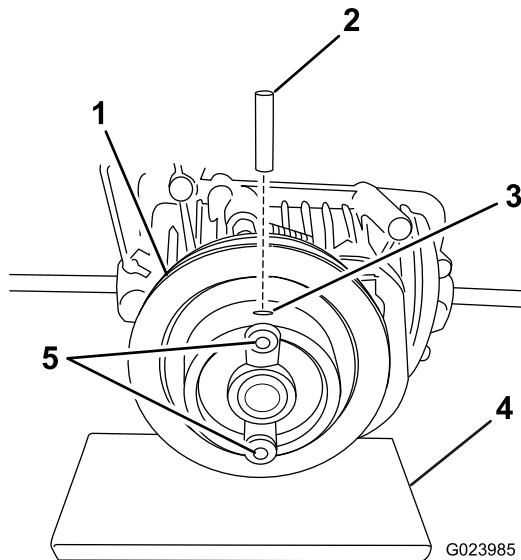

Figura 1
4. Utilice un martillo y un punzón para instalar el pasador nuevo en uno de los 2 extremos del taladro (Figura 1).
Nota: Apoye la polea al insertar el pasador para evitar crear tensiones excesivas sobre el eje primario (Figura 1).
| 5. Instale los 2 tornillos del kit en los 2 taladros, según se muestra en Figura 1. | |